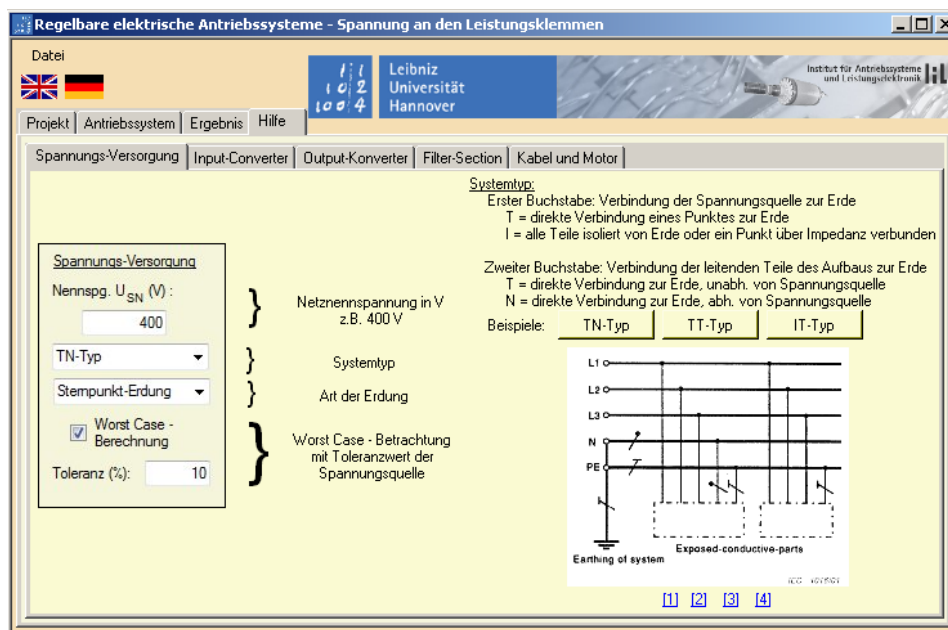

Abb. 2: Die integrierte Hilfeseite mit Erklärungen und Beispielen zu jeder Eingabegröße
4. Die **Hilfe** (s. Abb. 2) bietet dem Benutzer detaillierte Informationen zu den Eingabegrößen bzw. Beispiele und Schaltbilder der einzelnen auswählbaren System-Topologien.